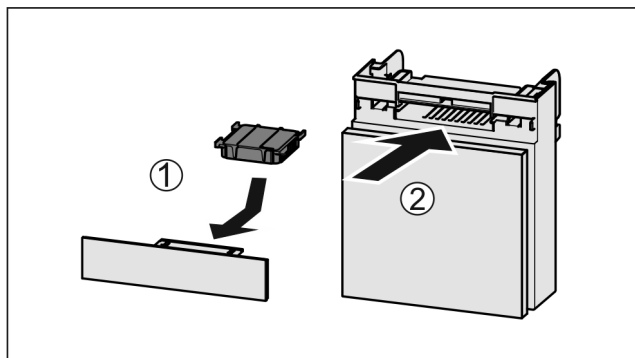

Fig. 148
- ▶ Aktivni ogljeni filter vstavite Fig. 148 (1) skladno s prikazom na sliki.
- ▶ Predal potisnite noter Fig. 148 (2).